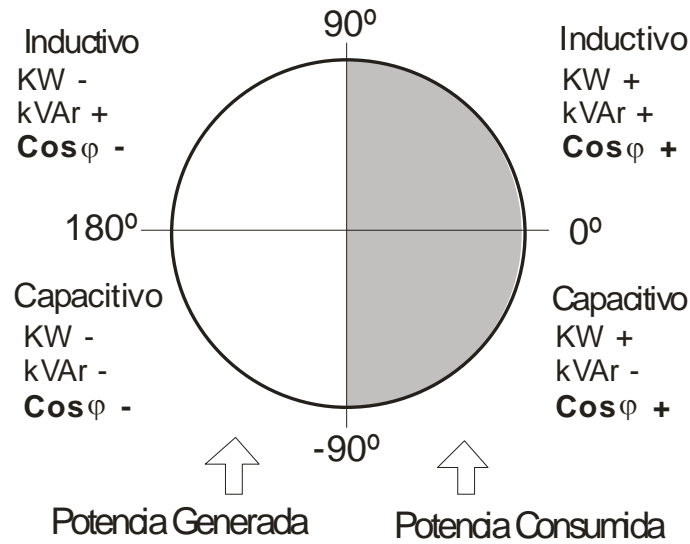

Fig. 2.1.- Signos en las medidas de 4 cuadrantes
- Control en cuatro cuadrantes (ver fig.2.1), con indicación de los escalones conectados, indicación de  $\cos \phi$ , signo de la potencia y signo de la potencia reactiva (inductivo  $\sim$  o capacitivo  $\text{—|—}$ )